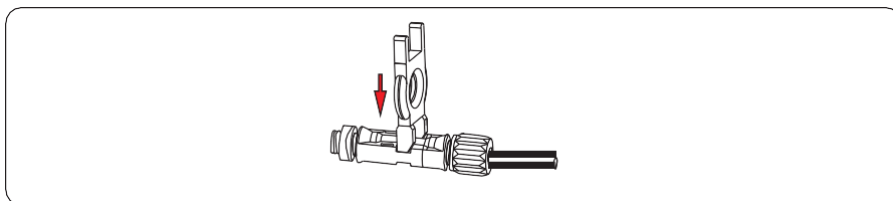

Figura 8.1 Extracción del conector de alimentación de CC
**Paso 1:** Desconecte todos los cables del inversor, incluidos los cables de comunicaciones, los cables de alimentación de CC, los cables de salida de CA y los cables PGND, tal como se indica en la figura 8.1.